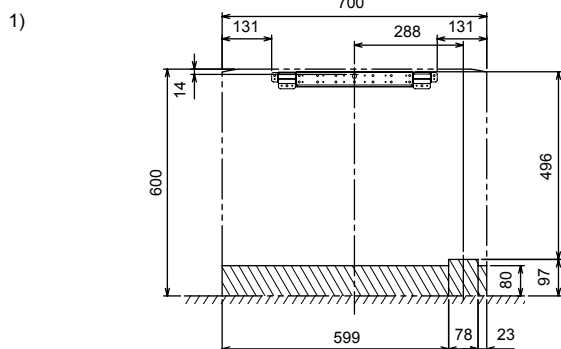

Fig. 3-7
1) Verrohrung hinten oder links hinten (Fig. 3-7)